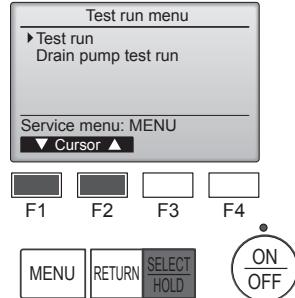

Fig. 8-2
- ② Dans le Menu essai de fonctionnement, sélectionnez "Test run" (Test fonctions) puis appuyez sur la touche [SELECT/HOLD]. (Fig. 8-2)
- ③ L'essai de fonctionnement démarre et l'écran Test fonctions s'affiche.